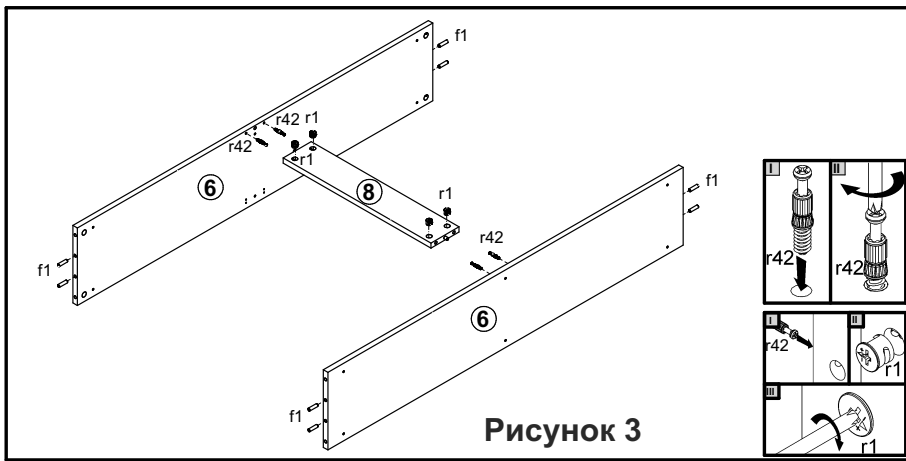

Рисунок 3
6. В отверстия $\varnothing 15$ мм на задней поверхности щита заднего **8** и на внутренних поверхностях полок **6** вставить стяжки эксцентриковые **r1** (см.рис. 3).
8. Соединить детали **3, 4, 6, 8** и затянуть стяжки эксцентриковые **r1**, пользуясь отверткой (см. рис. 3, 4). Стяжки эксцентриковые **r1** на полках **6** закрыть заглушками **s2**.